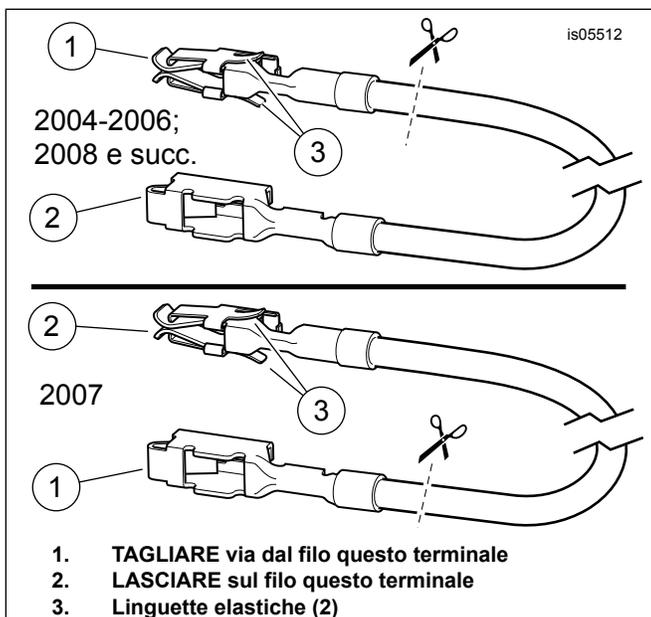

Figura 13. Filo dell'adattatore del pannello fusibili (Touring FL)
- Prendere dal kit il filo arancione/bianco dell'adattatore del pannello fusibili (9). **Per i modelli dal 2004 al 2006:** a ogni estremità, prendere nota del terminale (vedere Figura 13, **vista superiore**). Solo il terminale **SENZA le linguette elastiche** è adatto alla cavità del fusibile. Tagliare con attenzione il terminale **CON** le linguette elastiche via dal filo ed eliminarlo. **Per i modelli 2007:** a ogni estremità, prendere nota del terminale (vedere Figura 13, **vista inferiore**). In questa cavità del fusibile si inserisce solo il terminale **CON le linguette elastiche**. Tagliare con attenzione il terminale **SENZA** le linguette elastiche via dal filo ed eliminarlo.